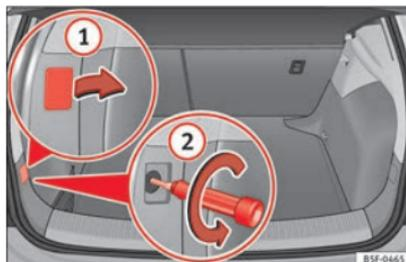

Fig. 217 Maletero: posición del tornillo de fijación para la unidad de luz trasera.
- Retire la cubierta haciendo palanca con el lado plano de un destornillador en el rebaje y retire la cubierta de la abertura » fig. 217 ①.
- Desenrosque cuidadosamente con un destornillador el tornillo que hay detrás en sentido contrario a las agujas del reloj (flecha) » fig. 217 ②.